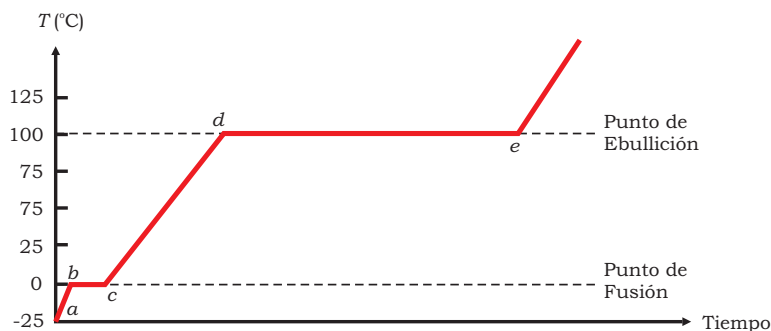

Figura 10.2. Temperatura contra tiempo para una muestra de agua que inicialmente está en la fase sólida.
4. La figura 10.2 muestra la variación de la temperatura cuando se agrega calor continuamente a una muestra de hielo con una temperatura inicial menor a $0\text{ }^{\circ}\text{C}$ (punto a). a) Describa lo que sucede con la muestra de hielo en los intervalos: ab , bc , cd , de , $e...$ b) Si la masa la muestra de hielo es de 50 g , calcule el calor necesario para llevar la muestra de hielo desde $-25\text{ }^{\circ}\text{C}$ hasta $125\text{ }^{\circ}\text{C}$.